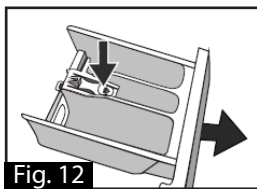

Fig. 12
1. Appuyer sur la flèche située sur le couvercle de l'adoucisseur ☼ à l'intérieur du tiroir (Fig. 12).